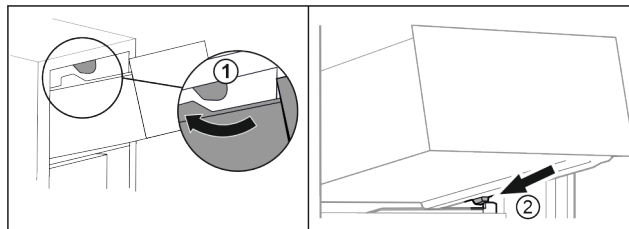

Fig. 61
► Far passare il cassetto sui fermi superiori. Fig. 61 (1)
► Applicare il cassetto inclinandolo dietro i fermi inferiori sulla nervatura del contenitore. Fig. 61 (2)